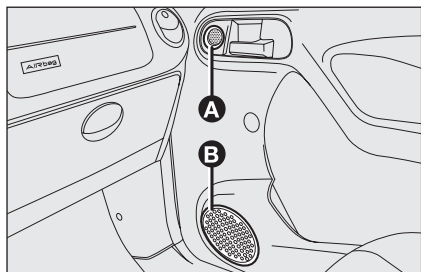

fig. 97
- due altoparlanti tweeter **A-fig. 97** e due woofer **B** da 40 W max ciascuno sulle porte anteriori;